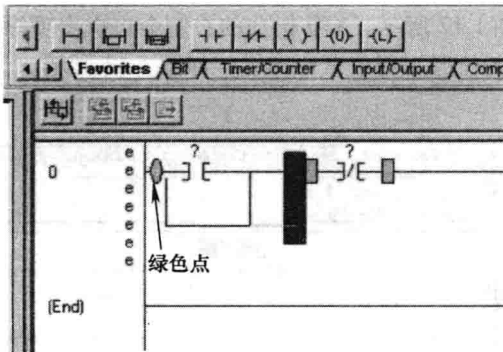

图 1-17 拖动分支标示至目标位置
16. 将分支放置到绿色点之上并释放鼠标按键，如图 1-17 所示。